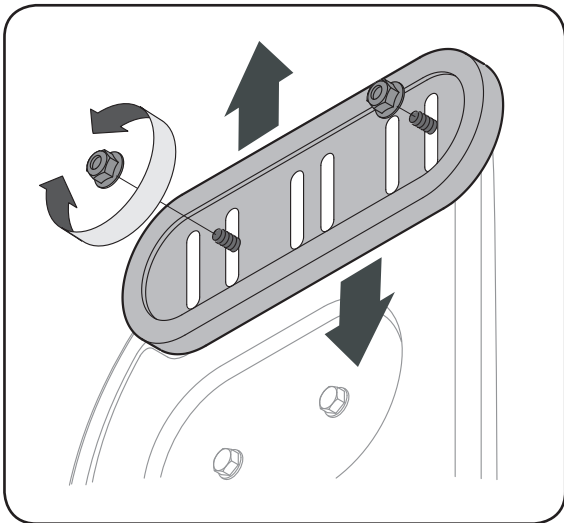

Figure 5-4 - Patins réversible en plastique
4. Si un réglage est nécessaire, desserrez l'écrou à six pans inférieur sur le support indexé du câble de transmission et relevez (ou abaissez) le support selon le besoin. Voir la Figure 5-4. Serrez l'écrou à six pans inférieur pour maintenir le support à la position correcte.
1. Ajustez les patins en desserrant les quatre contre-écrous à embase (deux de chaque côté) et les boulons ordinaires. Placez les patins à la position voulue. Voir les Figures 5-4 ou 5-5.